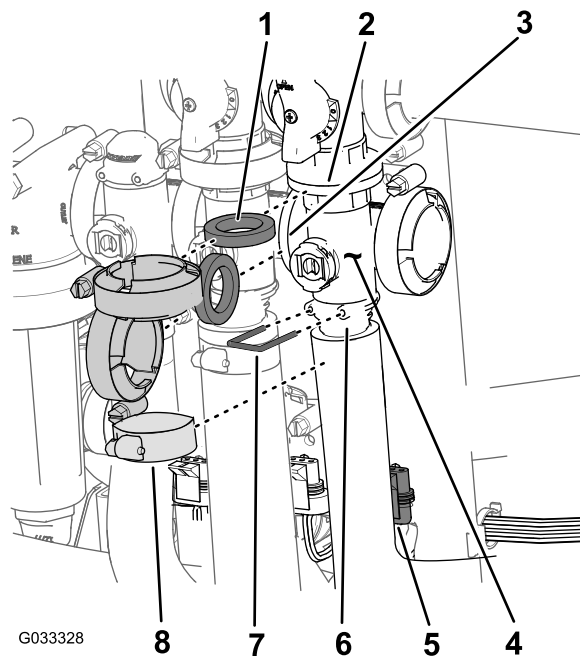

Figure 72
1. Retirez les colliers et les joints qui fixent le collecteur de la vanne principale (Figure 72) à la vanne de dérivation de section, la vanne d'agitation et la soupape de collecteur (au bout du flexible du débitmètre).
2. Retirez l'étrier qui fixe le raccord de sortie au collecteur de la vanne principale (Figure 72).